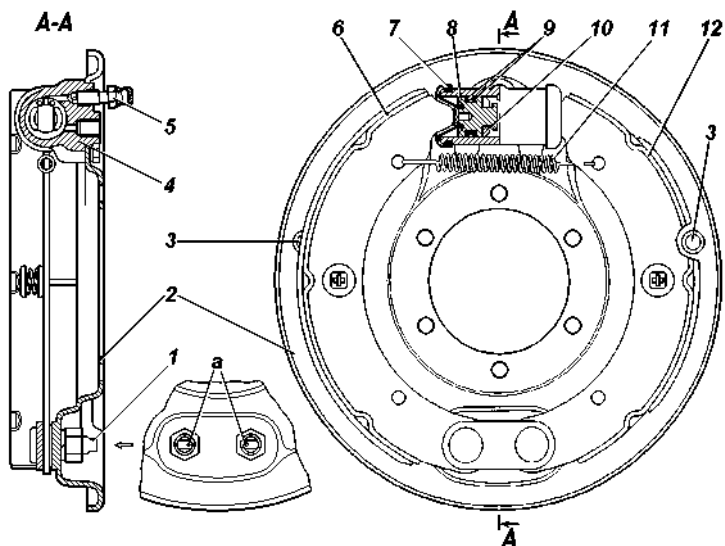

Рис. 9.28. Тормоз заднего колеса (Вариантное исп. 2):
**Барабанные тормозные механизмы задних колес** (рис. 9.27, рис. 9.28 в зависимости от комплектации). Периодически снимайте тормозные барабаны и очищайте детали тормозов от пыли и грязи. Периодичность этой операции зависит от условий эксплуатации автомобиля. В летнее время и при езде по грязным дорогам чистка должна проводиться чаще, зимой – реже.